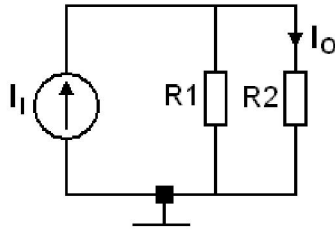

Figura 2. Divizorul rezistiv de curent – circuitul teoretic.
Structura acestui circuit este prezentată în Figura 2. Curentul de intrare I_I al circuitului se divide pe cele 2 rezistoare care compun divizorul rezistiv de curent. Valoarea curentului de ieșire I_O al circuitului se calculează cu formula 2:
22. Se revine în fereastra de editare a schemei și se editează divizorul rezistiv de curent din Figura 2, în care, în locul sursei de curent **I_I** se introduce un generator de curent constant identificat în librăria **Source** prin notația **IDC**, a cărei valoare va fi setată la o valoare egală cu cea calculată în cazul circuitului practic (adică, valoarea curentului generat de sursa respectivă se ia egal cu valoarea **I_I măsurat** din Tabelul 1). Se reface simularea și se determină curentul **I_O**